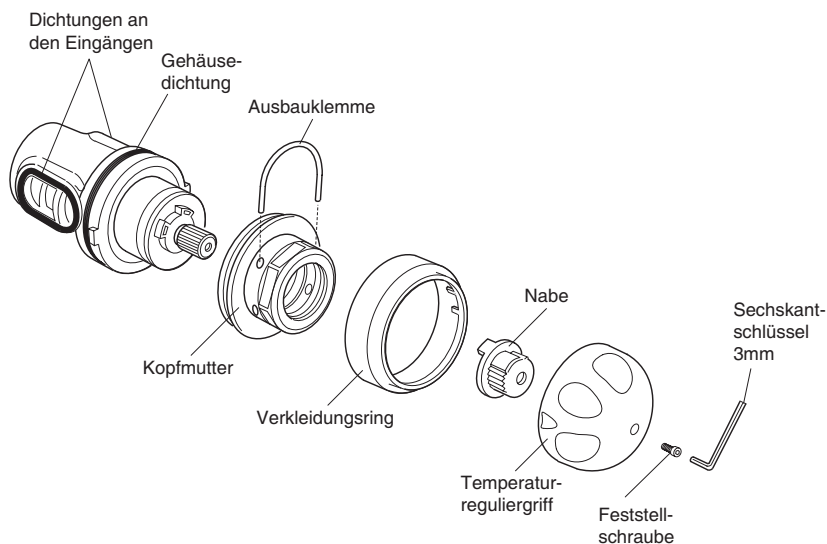

Abbildung 6
3. Entfernen Sie mit einem Maulschlüssel (Schlüsselgröße 35) oder einer geeigneten Armaturenzange die Kopfmutter vom Armaturenkörper und entfernen Sie die Thermostatkartusche aus dem Ventilkörper. Achten Sie darauf, daß die Ausbauklemme in der Kopfmutter eingesteckt bleibt. Die Thermostatkartusche muß ganz aus dem Ventilkörper gezogen werden. Merken Sie sich beim Ausbau die Ausrichtung des Heiß- und Kaltwassereingangs (Heißwasserseite gekennzeichnet durch ein **H** und eine rote Farbmarkierung), siehe auch Abbildung 6 auf Seite 19.
10. Bringen Sie Ausbauklemme und den Kunststoffring, wie in Abbildung 6 gezeigt, wieder an.
12. Nach dem Einstellen der Höchsttemperatur können Sie die Nabe und den Temperaturreguliergriff, wie in Abbildung 6 gezeigt, wieder montieren.